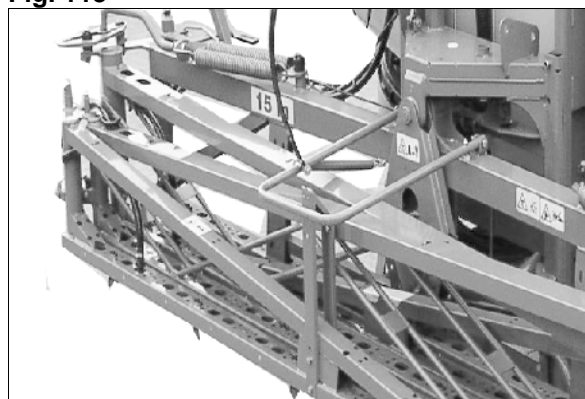

Fig. 114
4. Nach dem Einklappen darauf achten, dass die Transportsicherung korrekt einrastet (**Fig. 114**).